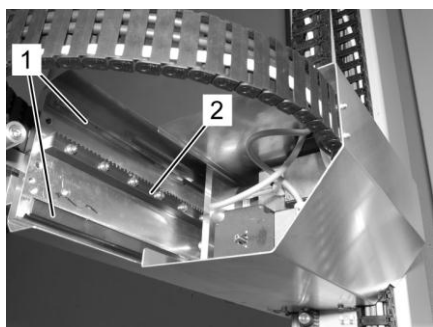

Abb. 40: Z-Achse
5. Linearführungen (Abb. 40/1) und Zahnstange (Abb. 40/2) der Z-Achse mit einem fusselfreien und mit Leichtlauffett benetzten Lappen einfetten.